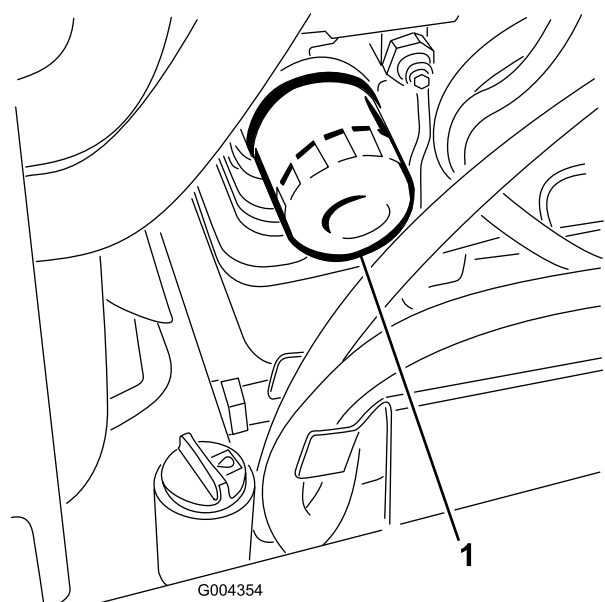

Figura 45
4. Togliete il filtro dell'olio (Figura 45).